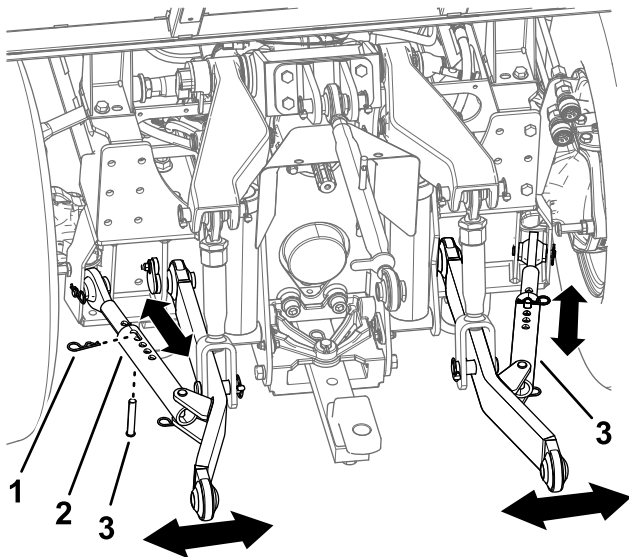

Figure 25
1. Retirez la goupille fendue et l'axe de chape sur chaque tige anti-oscillation (**Figure 25**).
2. Sortez plus ou moins la tige anti-oscillation jusqu'à ce que l'accessoire soit de niveau (**Figure 25**).
3. Une fois le réglage effectué, fixez la tige anti-oscillation avec la goupille fendue et l'axe de chape (**Figure 25**).